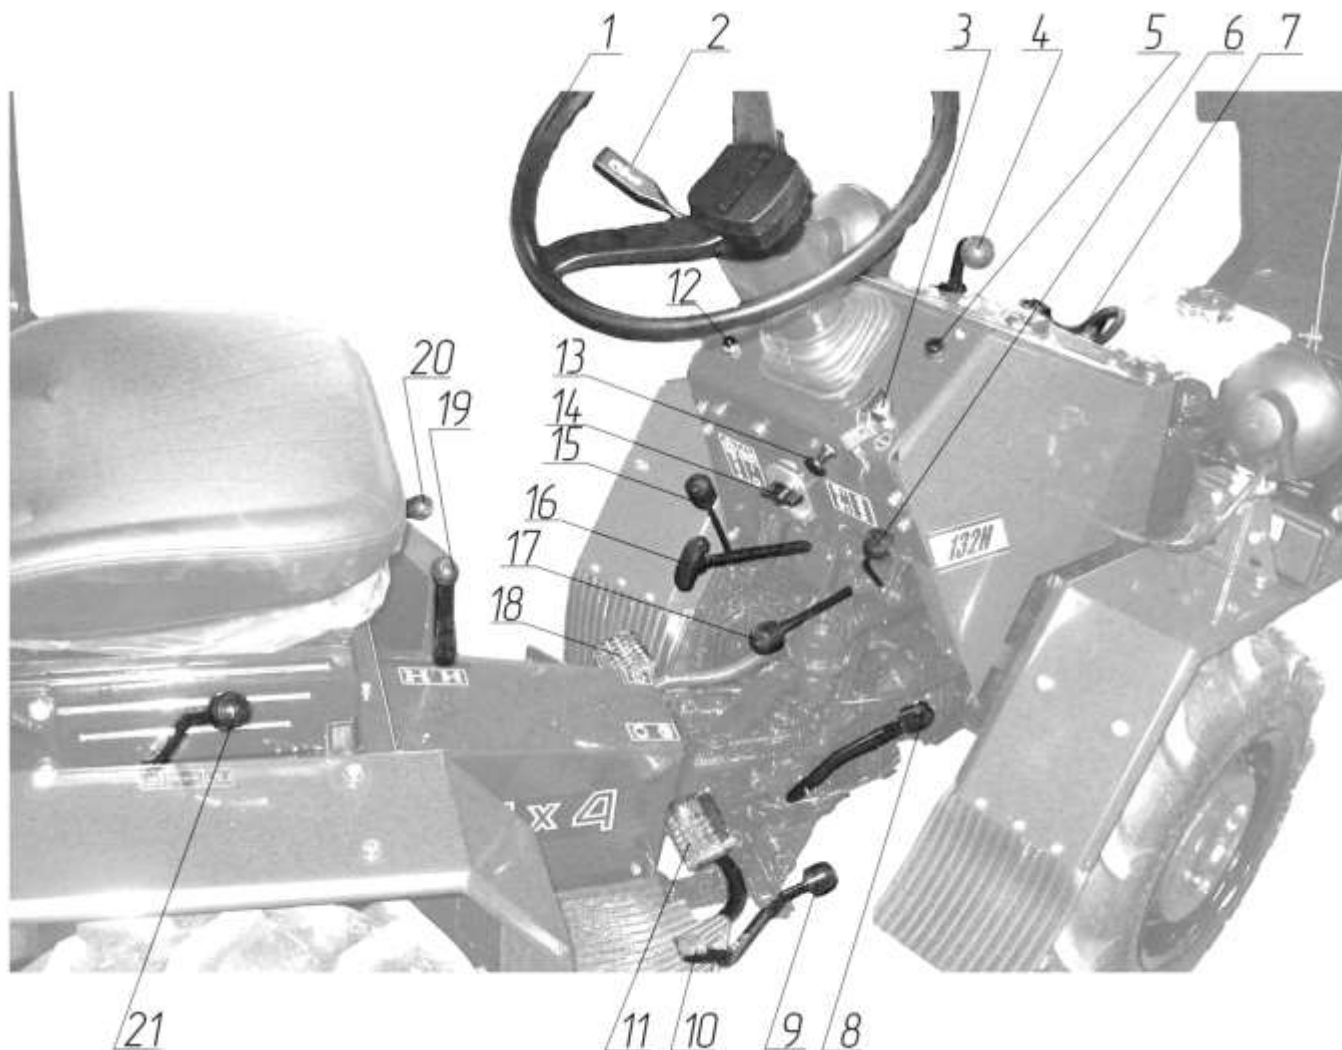

Рисунок 2 – Органы управления и приборы
а) Установите рычаг 4 (рисунок 2) переключения передач, рычаг 6 включения реверса и рычаг 17 управления приводом ВОМ в нейтральное положение.
б) Выжмите до отказа педаль 18 муфты сцепления (рисунок 2).
- а) Включите синхронный привод ВОМ, для чего установите рычаг 17 управления приводом ВОМ (рисунок 2) в нижнее положение. При этом рычаг 21 переключения оборотов ВОМ должен находиться в нейтральном положении.